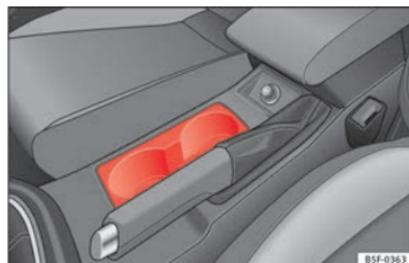

Fig. 156 Consola central: portabebidas delantero.
- Ponga las bebidas en el soporte »» fig. 156. Se pueden poner dos bebidas. En los revestimientos de las puertas hay la posibilidad de poner también botellas de plástico más grandes.